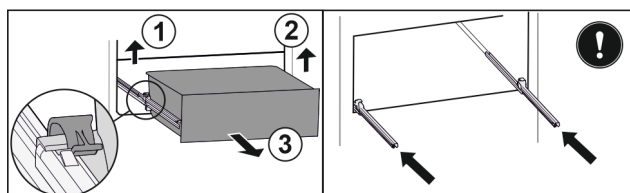

Fig. 38
- ▶ Podignite lijevu stezaljku i istovremeno izvucite ladicu lijevo prema naprijed. *Fig. 38 (1)*
- ▶ Podignite desnu stezaljku i istovremeno izvucite ladicu desno prema naprijed. *Fig. 38 (2)*
- ▶ Izvadite ladicu prema naprijed. *Fig. 38 (3)*